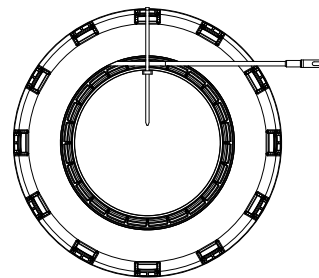

Figura 3
4. Sujetar el cable o la línea de tracción de manera segura (Figura 2). Para mayor seguridad, envolver el extremo de tracción con cinta aislante (Figura 3).